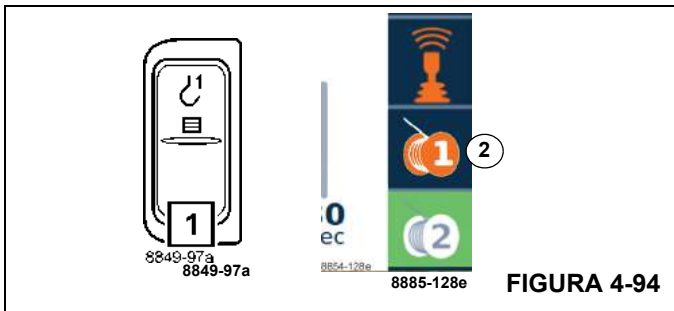

FIGURA 4-94
- Pulse el botón en el apoyabrazos derecho (1, Figura 4-94) una vez. El símbolo (2) debe estar de color rojo.